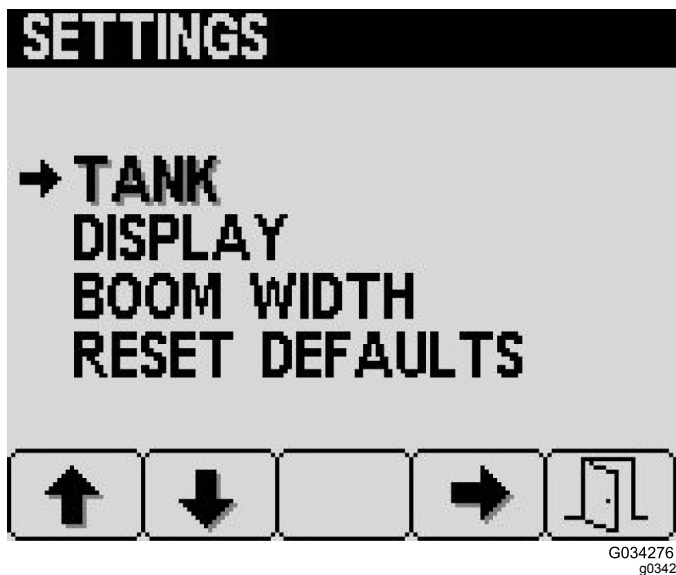

Figura 19
Para acceder a la pantalla de Ajustes, pulse el botón 2 en la pantalla de Menú principal (Figura 16) hasta llegar a Ajustes, y pulse el botón 4 para seleccionar Ajustes (Figura 19).
1. Pulse el botón 4 de la pantalla de Ajustes para seleccionar Ajustes del tanque (Figura 19).
1. Pulse el botón 2 en la pantalla de Ajustes hasta llegar a Ajustes de pantalla, y luego pulse el botón 4 para seleccionar Pantalla (Figura 19).
Los ajustes de ancho de brazo son preconfigurados en la planta de fabricación (Figura 19).